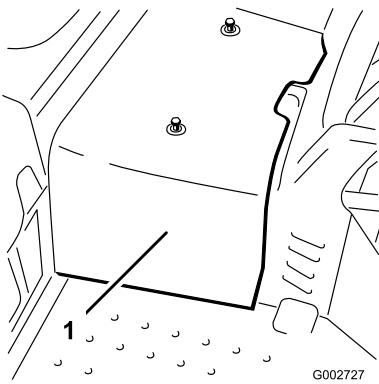

Bild 43
2. Lösen Sie die zwei Schrauben, mit denen die mittlere Haube an der Maschine befestigt ist, und nehmen Sie die Haube ab (Bild 43).